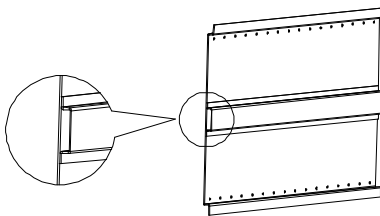

Рис. 4-4 Поперечная усиливающая балка, привариваемая к обратной стороне задней панели
- ✧ При необходимости усилить панель рекомендуется на ее обратной стороне приварить поперечную усиливающую балку (как показано на рис. Рис. 4-4). Такая мера значительно повышает несущую способность задней панели и стабильность всей конструкции.